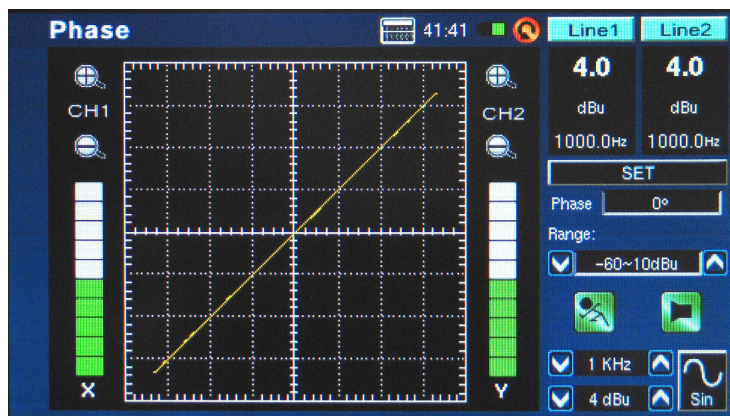

figura 51
- Una línea de 45° representa una señal estérea que es perfectamente paneado (o un valor de fase de 0°, como se muestra en la figura 51). Cualquier diferencia de la inclinación 45° comenzará a estar fuera de fase. Una línea que pone perfectamente horizontal (a lo largo del eje X) muestra dos señales que están perfectamente fuera de fase y que se anulan mutuamente cuando están en mono. Una línea vertical (una línea que corre a lo largo del eje Y) muestra que las dos señales están en mono perfecto.